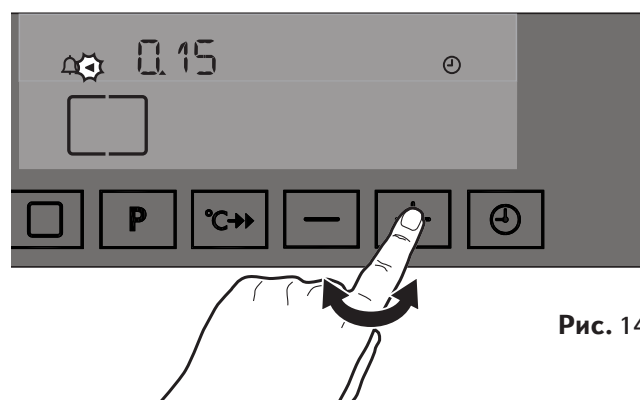

Рис. 14
2. Символ  будет мигать в течение 5 секунд. В течение этого периода с помощью клавиши  выберите нужное время (Рис. 14). Максимальная возможная величина времени составляет 23 часа 59 минут. Еще через 5 секунд после того, как Вы установили время, символ  перестанет мигать. Это означает, что данная установка занесена в память электронного контроллера духовки и начался обратный отсчет времени.
Коснитесь клавиши “Функция времени”  : при этом замигает символ  рядом с символом таймера . Теперь установку таймера можно изменить, коснувшись клавиши  или  (Рис. 14).